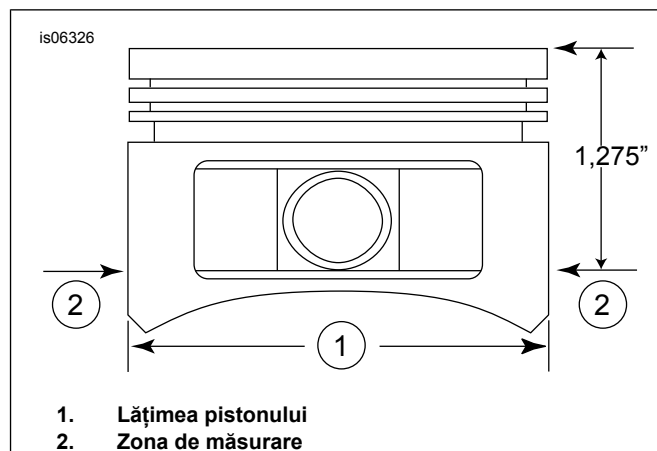

Figura 2. Măsurători piston
5. A se vedea figura 2. Măsurați lățimea pistonului (1), 90 de grade pe orizontală de ambele părți ale orificiului pistonului și 1.275 in. (32,385 mm) în jos față de suprafața punții (superioară) a pistonului (2). Consultați Tabelul 11 pentru potrivirea pistonului-la cilindru în această loc.